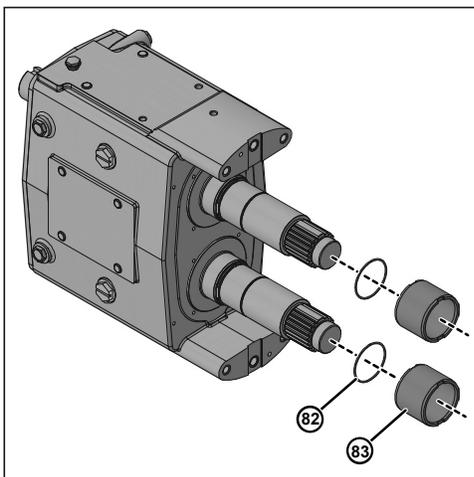

Ilustración 116 - Instalar los manguitos y las juntas tóricas
1. Lubrique las dos juntas tóricas del eje (82) con un compuesto lubricante compatible con el material de la junta tórica y los fluidos de proceso. Instale las juntas tóricas del eje (82) en la ranura del eje.
2. Instale los dos manguitos (83) en el eje, tal como se muestra en la Ilustración 116.